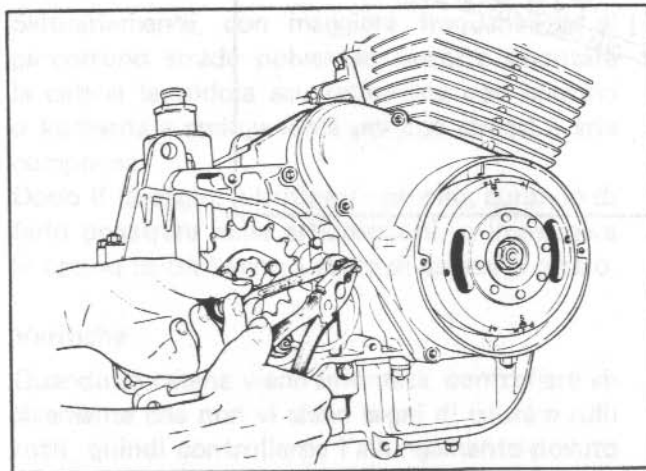

Fig. 29
- 2) Svitare con una pinza, dopo avere allentato il contro-dado (chiave 8 mm), la vite di spinta fino a poter riportare in fuori per 3/4 il registro al manubrio (Fig. 29).
- 2) Slacken the locknut (8 mm spanner, and loosen the adjusting screw with a pliers, until the adjuster fitted on the handlebar lever can be unscrewed 3/4 of a turn (Fig. 29).